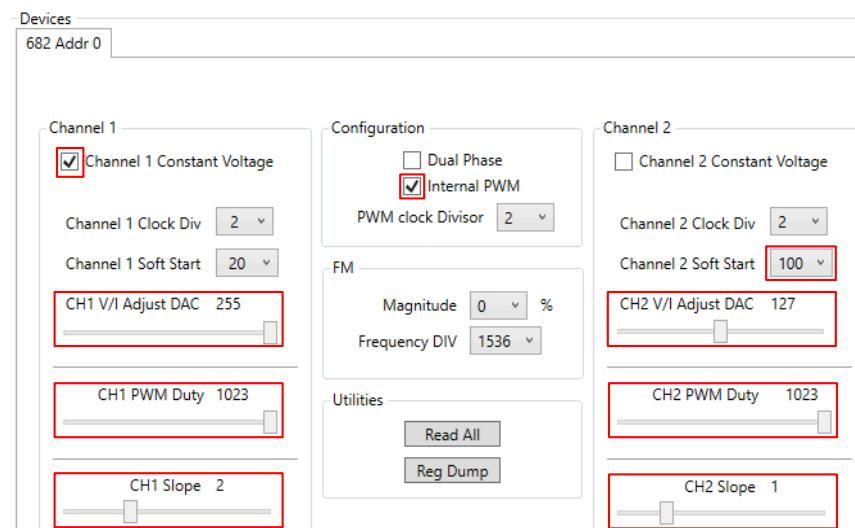

图 7-8. 器件窗口设置
应用 图 7-8 中所示的设置。
7. 默认情况下，“CHx-Slope”设置为代码“5”，对应于 250mV 峰值斜率。对于 TPS92682EVM-125，建议将两个通道的斜率设置为代码“2”和“1”，如图 7-8 所示。